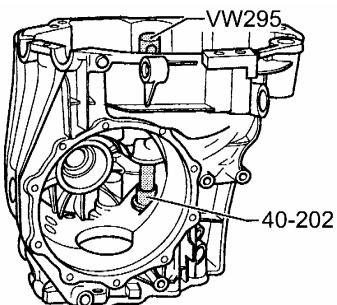
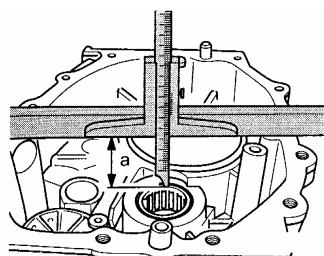
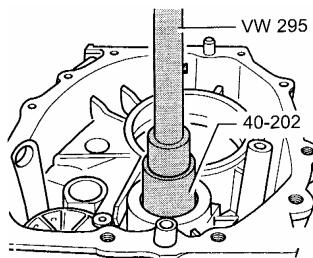

图 12-68 推出滚针轴承
图 12-69 滚针轴承的安装位置
图 12-70 压入滚针轴承
(1) 推出滚针轴承，应使用专用工具，如图 12-68 所示。滚针轴承的安装位置应保证由直尺底边至滚针轴承的上缘的距离  $a=39.5\text{mm}$ ，如图 12-69 所示。压入滚针轴承应使用工具 VW295，如图 12-70 所示。